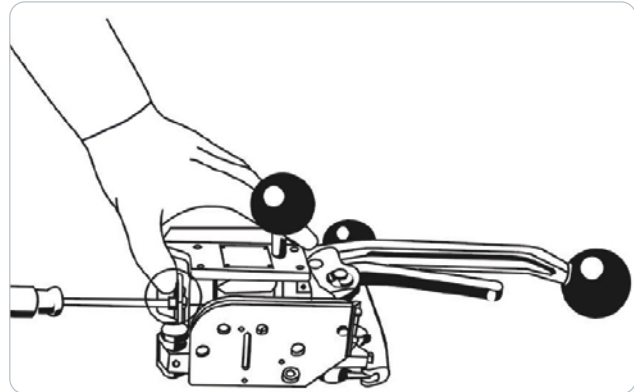

Abbildung 9: Anpassung der Stanzkraft
1. Legen Sie das SU-M1219 seitlich auf einen Arbeitstisch (vgl. Abbildung 9)